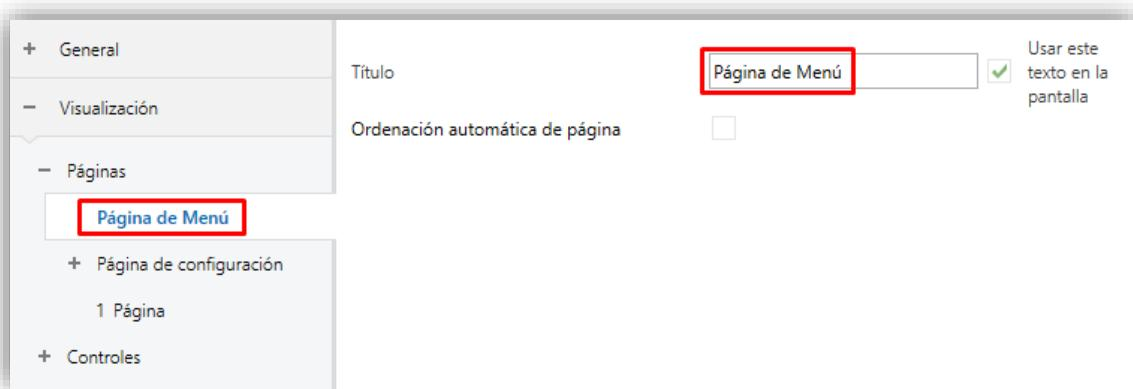

Figura 54. Menú
- **Título**: campo de texto que permite identificar la página de Menú. Además, este campo permitirá cambiar el nombre de la pestaña en el menú de la izquierda de ETS, tal y como se muestra en la Figura 54.